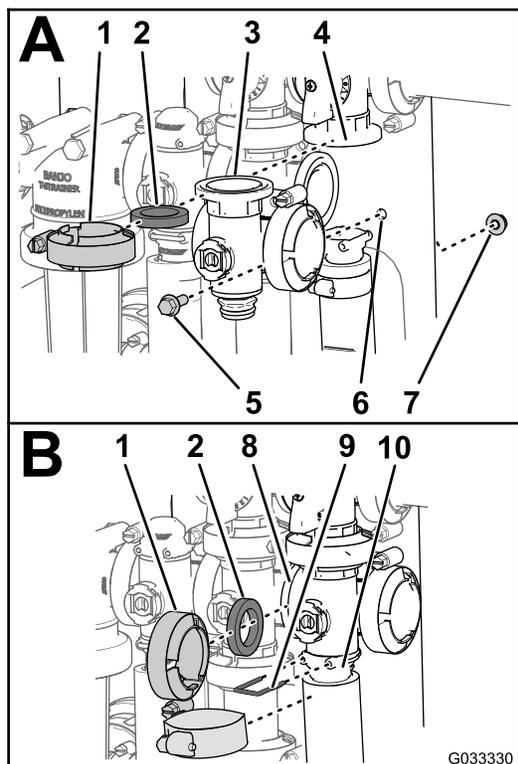

図 77
1. マスターブームバルブ用マニホールド、ガスケット1枚、マスターブームバイパスバルブのフランジを、整列させる 図 77; A。
4. マスターブームバルブ用マニホールド、ガスケット、攪拌バルブ用マニホールドを組み立てて、クランプを手締めする 図 77; B。
7. エンドキャップフィッティングを出口フィッティングに取り付ける (出口フィッティングのソケットにリテーナを差し込んで固定する 図 77; B)。